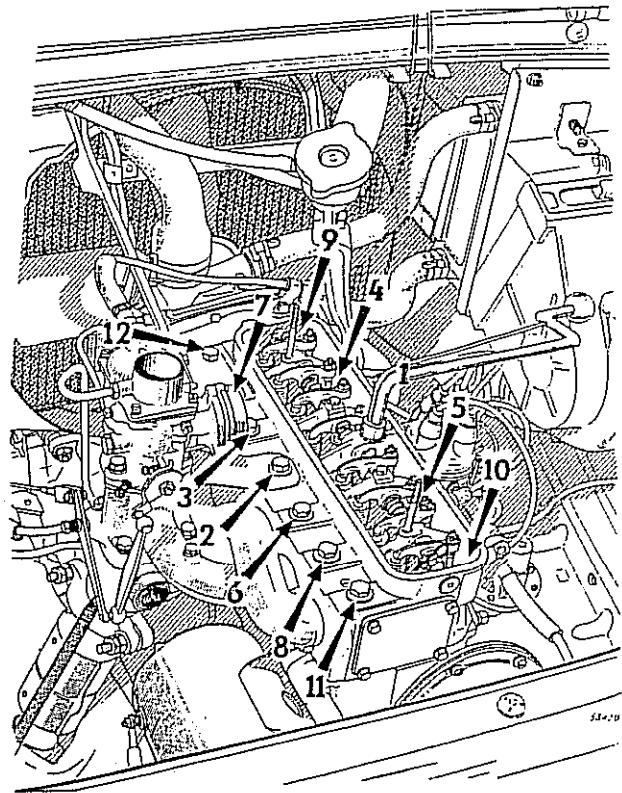

Fig. 59
- 5) Colocar sin apretar los bulones de sujeción de la tapa. Estos bulones poseen distintas longitudes y deben ser instalados según se indica (referirse a la Fig. 59).
- 6) Apretar los bulones de sujeción de la tapa a la torsión de 6 mkg (43 pie-lbs) en el orden indicado (Fig. 59).